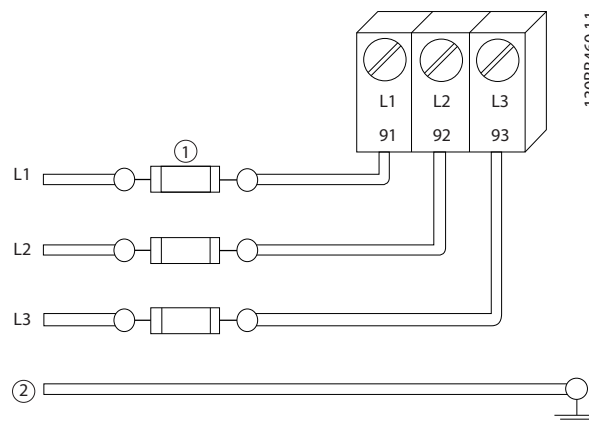

Рисунок 2.6 Предохранители преобразователя частоты
- Все преобразователи частоты должны быть оборудованы системой защиты от короткого замыкания и перегрузки по току. Для реализации такой защиты следует использовать входные предохранители, см. Рисунок 2.6. Если они не устанавливаются производителем, их должен установить специалист во время монтажа. Максимальные номиналы предохранителей см. в 10.1 *Характеристики, зависящие от мощности*.